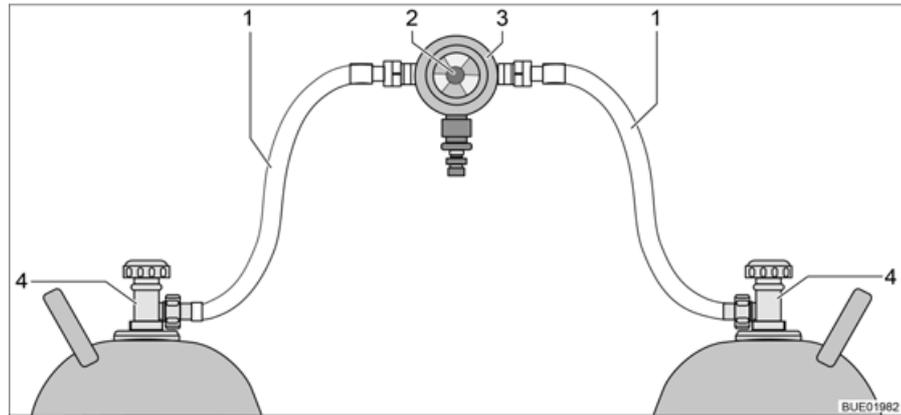
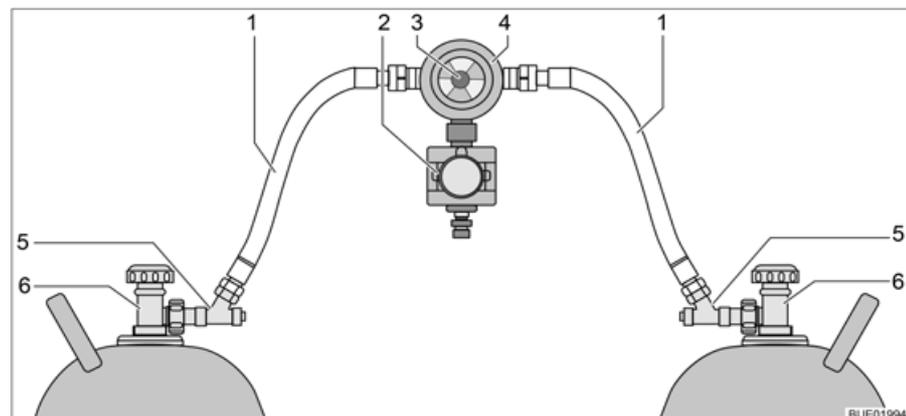

Bild 131 Gasflaschen-Umschaltanlage
Bild 132 Gasflaschen-Umschaltanlage mit CPU
Die Gasflaschen-Umschaltanlage besteht aus einem kombinierten Gasdruckregler mit Umschaltventil und Anzeige (Bild 131,3). Die Gasflaschen-Umschaltanlage ist zwischen den beiden Gasschläuchen (Bild 131,1) montiert.
Die Gasflaschen-Umschaltanlage besteht aus einem kombinierten Gasdruckregler mit Umschaltventil und Anzeige (Bild 132,4) und einem Elektroventil (Bild 132,2). Das Elektroventil sperrt bei Vollbremsung, Unfall oder ungewöhnlich großer Schräglage die Gaszufuhr zum Fahrzeug. Die Gasflaschen-Umschaltanlage ist zwischen den beiden Gasschläuchen (Bild 132,1) mit Schlauchbruchsicherungen (Bild 132,5) montiert.
Mit dem Drehknopf (Bild 131,2 bzw. Bild 132,3) an der Gasflaschen-Umschaltanlage lässt sich bestimmen, welche der Gasflaschen als Betriebsflasche und welche Gasflasche als Reserveflasche verwendet wird.
An der Bedieneinheit (Bild 133) können nur die elektrischen Funktionen geschaltet werden. Die Haupt-Absperrventile der Gasflaschen (Bild 131,4 bzw. Bild 132,6) müssen von Hand geöffnet oder geschlossen werden.
- Haupt-Absperrventile an den Gasflaschen (Bild 131,4 bzw. Bild 132,6) öffnen.
- Schlauchbruchsicherungen (Bild 132,5) nacheinander 10 Sekunden lang drücken.
- Mit dem Drehknopf (Bild 131,2 bzw. Bild 132,3) an der Umschaltanlage die Gasflasche wählen, der vorrangig das Gas entnommen werden soll (Betriebsflasche). Drehknopf immer bis zum Anschlag drehen.
- Haupt-Absperrventile an den Gasflaschen (Bild 131,4 bzw. Bild 132,6) schließen.